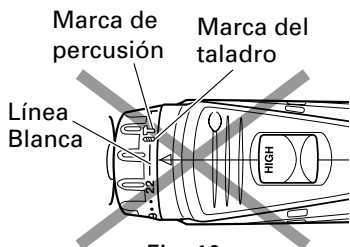

Fig. 10
- No utilice la unidad con el número de la tapa en "22" y la línea blanca en el medido de la marca de taladro. Si lo hiciese podrían producirse daños. (Consulte la Fig. 10)
### (3) Ajuste del par de apriete (Consulte la Fig. 10)